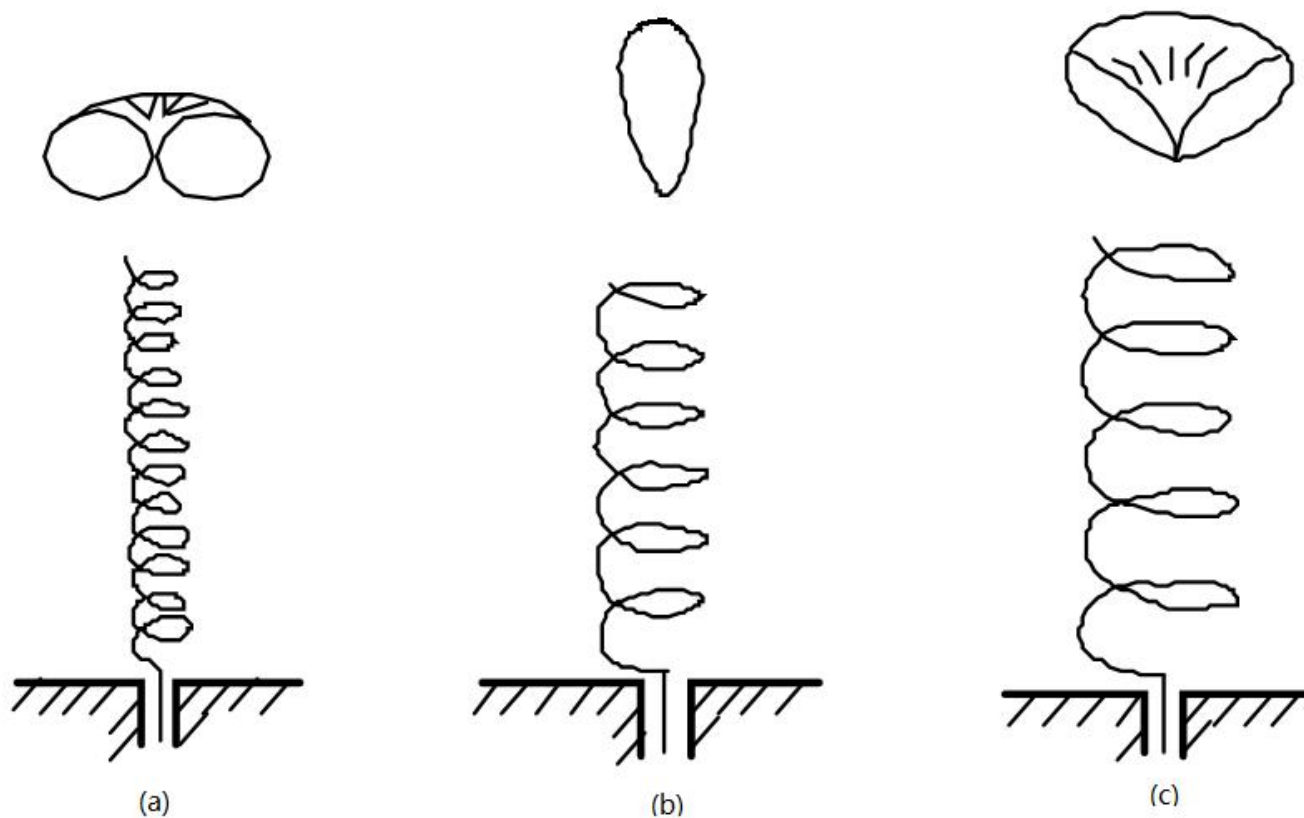

图 6-10 螺旋天线的辐射特性与螺旋的直径的关系
- ③ 当 $D/\lambda > 0.5$ 时, 天线的最大辐射方向偏离轴线分裂成两个方向, 方向图呈圆锥形状, 称为圆锥模式天线, 如图 6-10(c)所示。